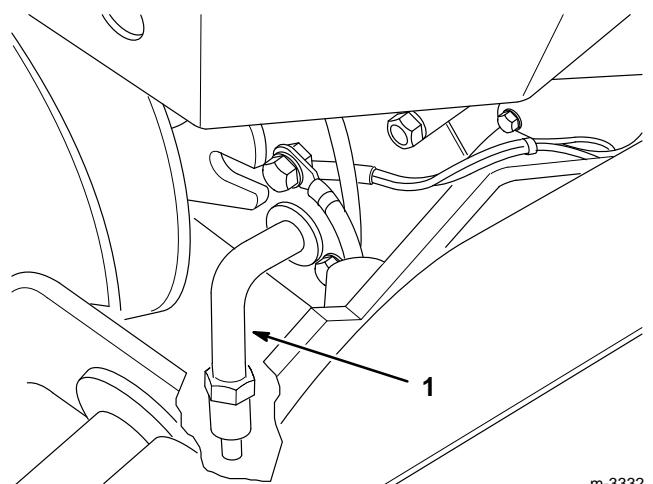

Abbildung 28
4. Eine Schale unter den Ölablaß stellen. Den Ölablaß öffnen, indem er um 1/8 Umdrehung im Gegenurzeigersinn gedreht und gleichzeitig herausgezogen wird (Abb. 28).